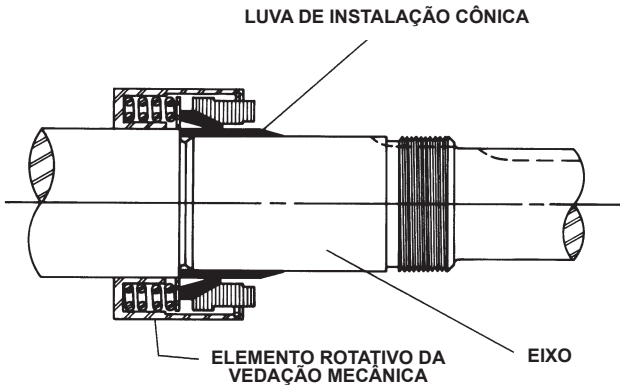

FIGURA 11
Uma luva cônica está disponível, por um custo adicional, para as bombas Q, QS e M da Viking Pump, para instalação da vedação no eixo. O eixo da bomba de tamanho LS é cônico e uma luva de instalação não está disponível. Posicione a luva cônica no eixo, consulte a Figura 11.
4. Faça uma marca de referência na extremidade do suporte, no lado oposto ao entalhe na tampa da extremidade externa. Volte a tampa da extremidade externa o número necessário de entalhes conforme mostrado na Tabela de Folga na Extremidade Total. Consulte a Figura 11. Cada entalhe equivale a uma folga na extremidade de 0,002".